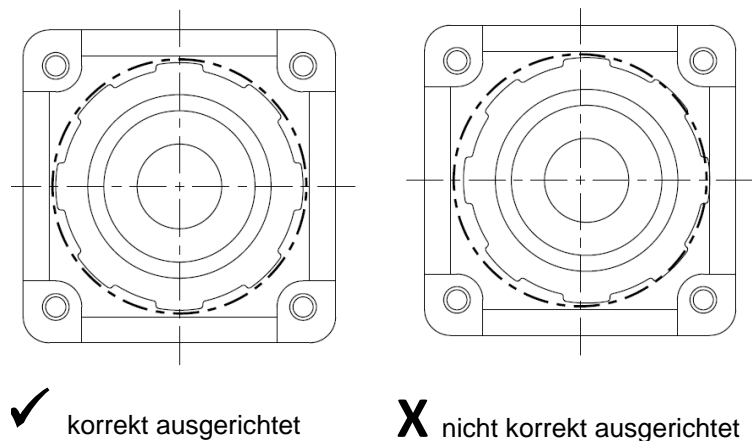

Fig. 15
**i ACHTUNG:** Damit die Dichtheit der Pumpe gewährleistet werden kann, muss die Membrane sauber in der Mitte des Gehäuses liegen, Fig.15. Wenn nötig die Motorenwelle mit Schlitz-Schraubendreher leicht nachjustieren bis Membrane in der Mitte ist.